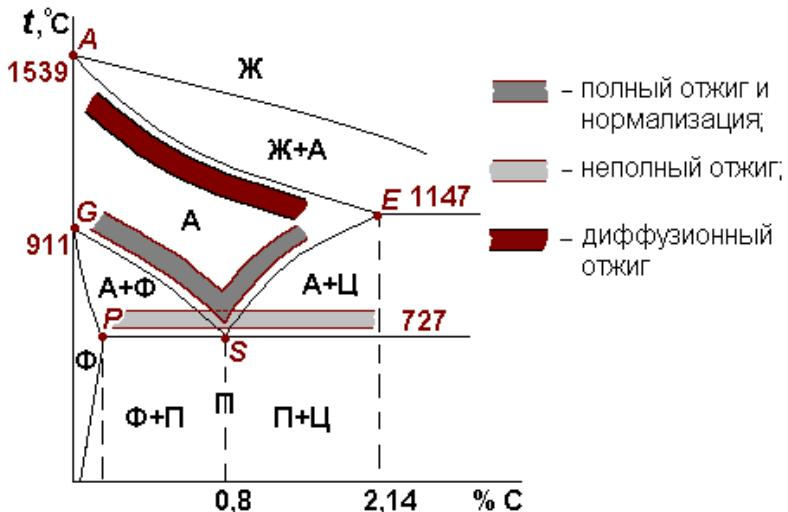

Рис. 5.5. Температурные интервалы нагрева стали при отжиге
Температурные интервалы нагрева стали при отжиге показаны на рис. 5.5.
**Нормализация** заключается в нагреве стали до температур на  $50-70^\circ$  выше линии  $GSE$  (рис. 5.5) и в охлаждении на воздухе после небольшой выдержки. В этом случае распад аустенита происходит в верхней части С-образной диаграммы,